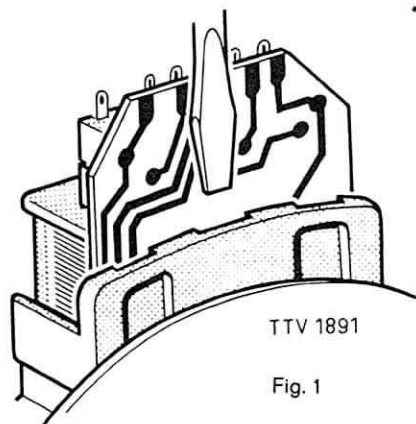

Fig. 1
- Plaats een dunne schroevendraaier in de middelste opening (zie fig. 1) en druk de schroevendraaier voorzichtig naar beneden, zodat het nokje, dat de spoel vasthoudt, wordt weggedrukt.
- Insérer un fin tournevis dans l'ouverture centrale (voir fig. 1) et l'enfoncer prudemment vers le bas pour que la came fixant la bobine soit écartée.
- Stecke einen dünnen Schraubenzieher in die mittlere Öffnung (siehe Fig. 1) und drücke den Schraubenzieher vorsichtig nach unten, sodass der Nocken, der die Spule festhält, weggedrückt wird.